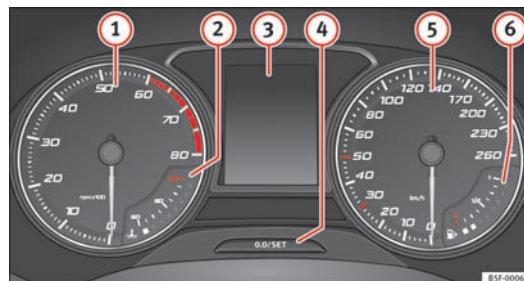

Fig. 36 Kombiinstrument i instrumentpanelet
Supplerende informationer vedr. instrumenterne ⇒ Fig. 36:
I kombiinstrumentets display ⇒ Fig. 36 ③ kan der alt efter bilens udstyr blive vist forskellige informationer:
- Tryk et kort øjeblik på knappen ⇒ Fig. 36  for at nulstille triptælleren.
- Når klokkeslættet skal indstilles, skal du trykke knappen ⇒ Fig. 36  og holde den inde i mere end 3 sek. for at indstille timerne eller minutterne.
Tryk på knappen ⇒ Fig. 36  i mere end 15 sek. for at få vist bilens motorbogstaver. I den forbindelse skal tændingen være tilsluttet, og motoren skal være standset.
Tidspunktet for næste service vises i kombiinstrumentets display ⇒ Fig. 36 ④.